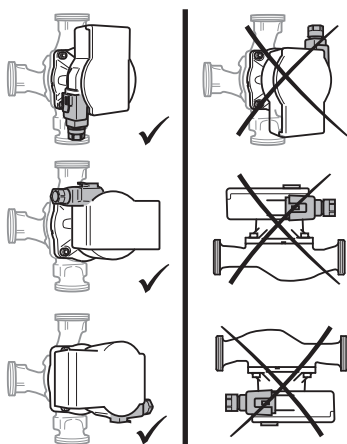

Fig. 2: Položaji ugradnje
- Mesto ugradnje izabrati u skladu sa dozvoljenim položajem ugradnje (Fig. 2).
- Uvažiti dozvoljeni ugradni položaj (Fig. 2) pumpe, po potrebi okrenuti glavu motora (2+6).
- Obratiti pažnju na dozvoljeni položaj ugradnje (Fig. 2) i strelicu za smer strujanja na kućištu pumpe (1).
- Čvrsto pritegnuti 4 zavrtnja kućišta (5).